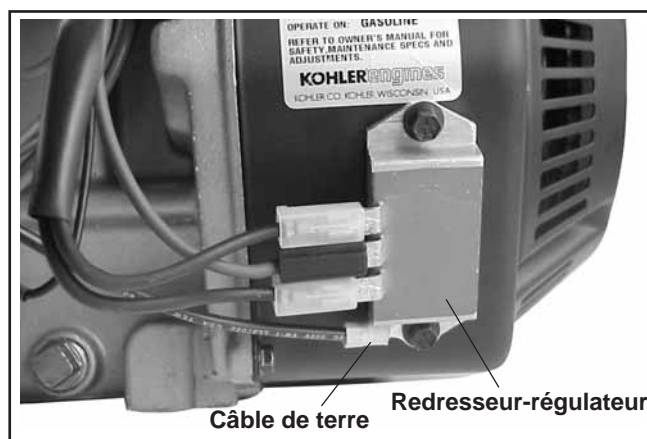

Figure 11-52. Installation du redresseur-régulateur.
1. Installer le redresseur-régulateur et fixer avec les vis hexagonales à brides. Attacher le câble de terre séparé s'il est utilisé (modèles de carter de ventilateur en plastique) à l'une des vis. Voir la figure 11-52.
2. Attacher l'ensemble du connecteur ou les connecteurs individuels (câble B+ à la borne/câbles de stator vers les bornes extérieures) au redresseur-régulateur. Voir la figure 11-52.